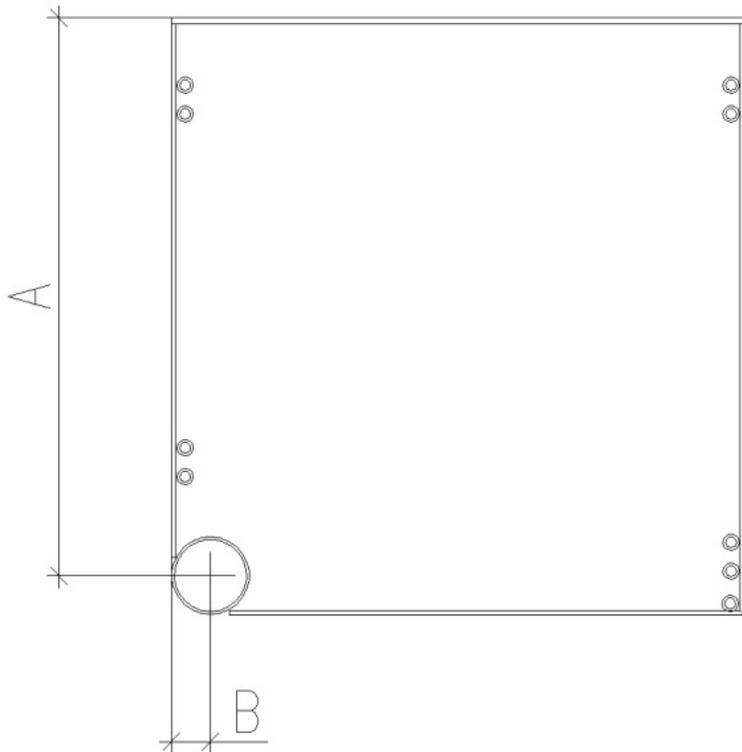

Abb. 1
5. Zuerst ist die Position des Standrohres zu kennzeichnen. Bei Spindeltreppen mit Hülsenrohren sind auch diese vorab zu platzieren. Das Spiel zwischen Hülse und Standrohr kann bis zu 3 mm betragen. Zur Bestimmung der Standrohr Position wird am besten ein Lot verwendet (Abbildung 1) Als Ausgangspunkt für das Lot verwenden Sie den Rohr Mittelpunkt der Austrittsplattform. Den Montagepunkt des Standrohres erhalten Sie ebenfalls, indem Sie die Maße „ A „ und „ B „ (Abbildung 2) ermitteln. Maß „ A „ entspricht der Stufenlänge (Austritt) zuzüglich des halben Rohrdurchmessers, Maß „ B“ entspricht dem halben Rohrdurchmesser.